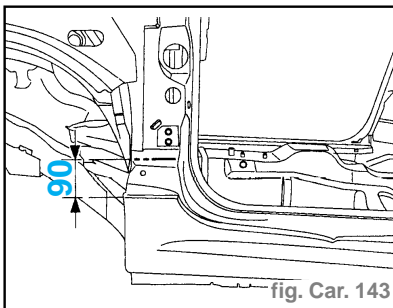

fig. Car. 143
- Tracer puis découper à l'aide d'une meule épaisseur 1 mm (coupe provisoire) (fig. Car. 143).